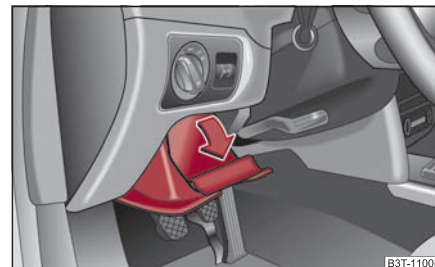

Fig. 109 Cuadro de interruptores: Compartimento guardaoobjetos en el lado del conductor
- El compartimento guardaoobjetos se abre levantando el tirador y abriéndolo en sentido de la flecha ⇒ fig. 109.